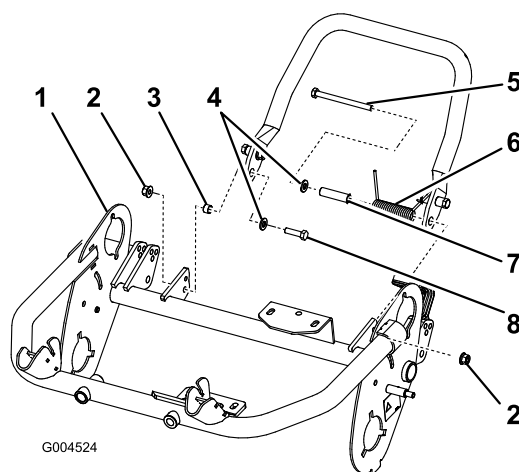

図 6
いスペーサおよびロックナット (M8-1.25) を使って、キックスタンドの右側をフレームに固定する (図 6)。ボルトはフレームの内側から外側に向かって使うこと ; 参照図 6。
重要 スプリングを取り付けるとき、スプリングの片方の端が後フレームの下側にくるようにする (図 6)。
5. ボルトとワッシャ、大きいスペーサ、スプリングおよびロックナット (M8-1.25) を使って、キックスタンドの左側をフレームに固定する (図 6)。ボルトはフレームの内側から外側に向かって使うこと ; 参照図 6。